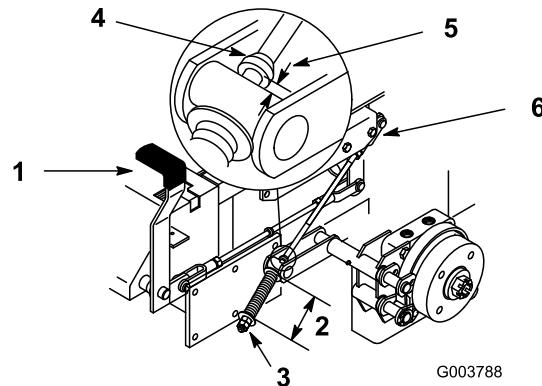

Figure 49
Les rondelles doivent être espacées de 70 mm (2-3/4 po) (Figure 49).
3. Si un réglage est requis, desserrez l'écrou de blocage situé sous le ressort et serrez l'écrou directement au-dessous de la chape (Figure 49). Modifiez le serrage de l'écrou jusqu'à ce que le ressort ait la longueur voulue. Serrez les deux écrous ensemble et répétez la procédure de l'autre côté de la machine.
Elle doit être comprise entre 5 et 7 mm (3/16 - 1/4 po) (Figure 49).
7. Si un réglage est requis, desserrez l'écrou de blocage situé juste au-dessous de la chape. Tournez la tige inférieure jusqu'à obtention de l'écart voulu (Figure 49). Serrez l'écrou de blocage à la chape.